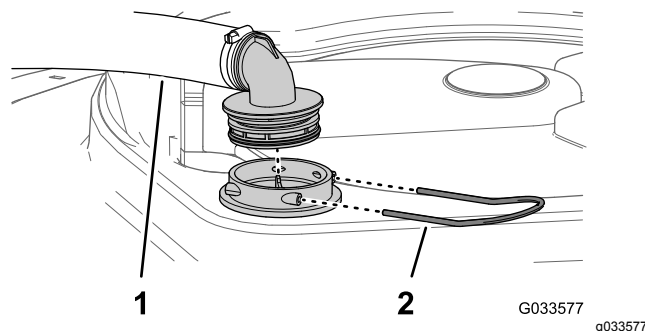

Рисунок 99
2. В верхней части бака опрыскивателя снимите держатель, который крепит шланговый штуцер, подсоединенный к большому шлангу, идущему от корпуса фильтра (Рисунок 99).
3. Отсоедините шланг и шланговый штуцер от корпуса фильтра (Рисунок 99).